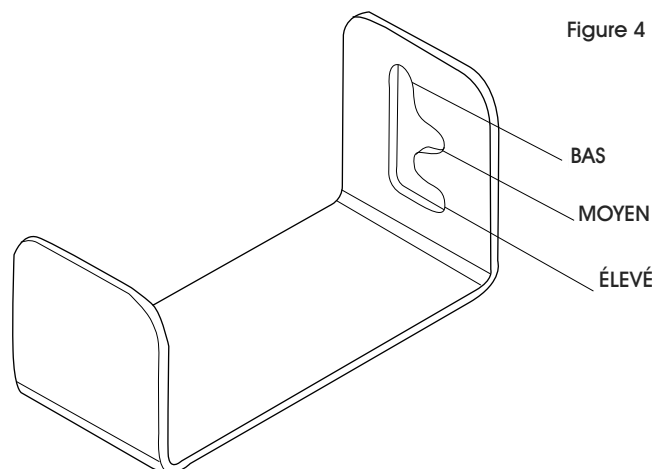

Figure 4
2. Placez les supports de bouteille d'eau dans une position permettant d'obtenir le niveau d'eau souhaité dans le réservoir de la brosse. Les deux supports doivent être dans la même position. (Voir Figure 4)